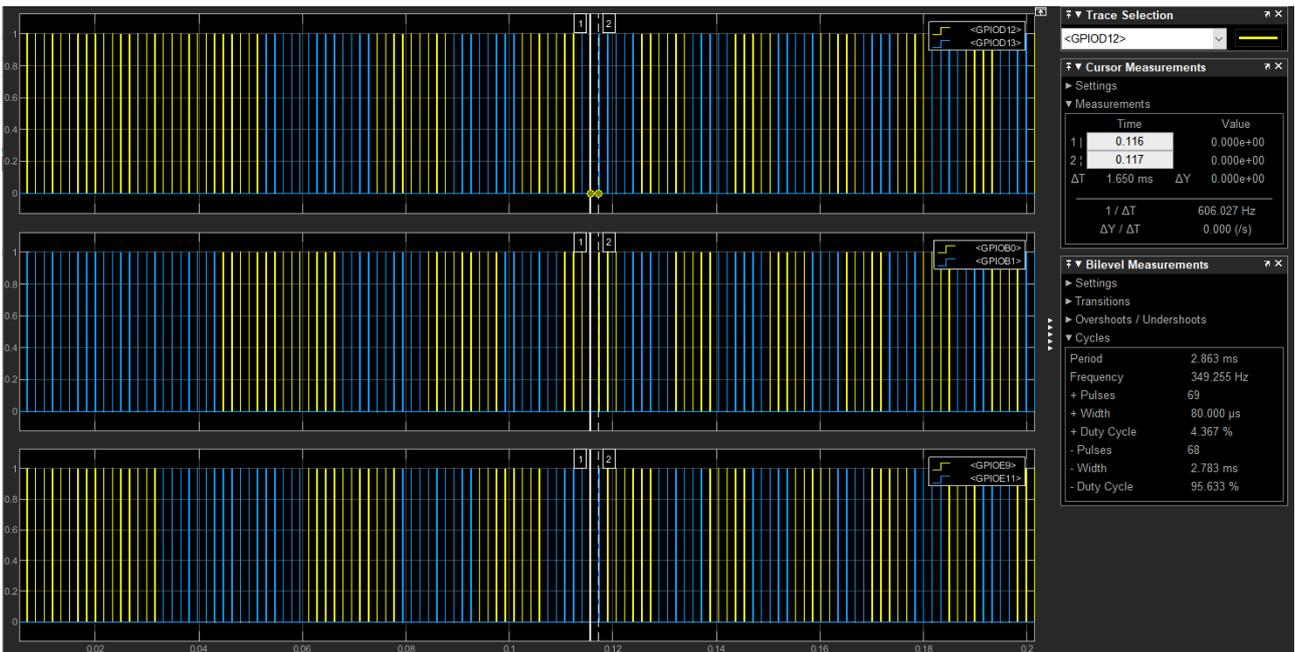

Рисунок 3 – Демонстрация симуляции трехфазного постоянного ШИМ с нарастанием частоты
На рис. 3 приведен фрагмент симуляции трехфазного ШИМ с постоянным заполнением 5%, частотой ШИМ – 600 Гц, частота огибающей – постепенно растет от 0 Гц до 50 Гц.
- ШИМ корректной симулируется с заданной частотой 600 или 200 Гц (рис. 3, 4, 6);
- постоянная скважность ШИМ корректно симулируется в соответствии с заданной скважностью 5% или 50% (рис. 3, 4);